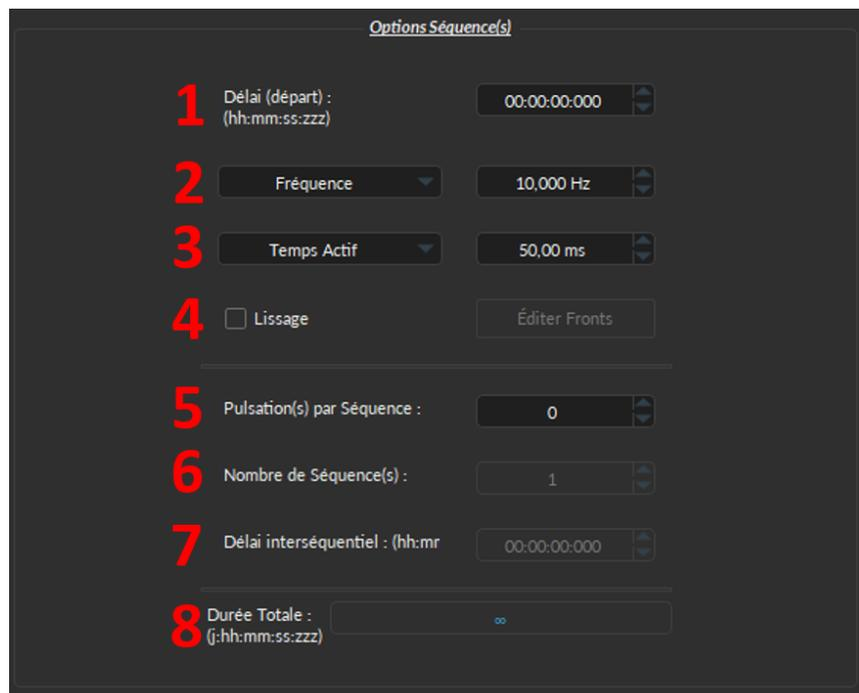

Figure 4.16 – Fenêtre de configuration du canal de la source lumineuse, options de séquence carrée
1. Le **Delai (départ)** (Fig. 4.16) définit le délai (au format hh:mm:ss:zzz) avant la première impulsion.
2. La **Fréquence/Période** (Fig. 4.16) définit la fréquence (en Hz) ou la période (en ms) pour la séquence d'impulsions. Par exemple, un signal à 10 Hz (fréquence) produira une impulsion toutes les 100 ms (période), tandis qu'une séquence d'impulsions à 0,5 Hz (fréquence) produira une impulsion toutes les 2000 ms (période).
3. Le **Temps Actif/Rapport Cyclique** (Fig. 4.16) définit le temps (en ms) ou le rapport cyclique (en %) pour chaque impulsion. Le **Temps Actif** doit être inférieur à $(1/\text{fréquence}) + 0,005$ ms, tandis que le **Rapport Cyclique** doit être inférieur à 100 %. Ces carrés apparaîtront en rouge si une/un **Fréquence/Temps Actif** impossible est sélectionné(e). Si l'option **Lissage** est sélectionnée, cette fonctionnalité devient inaccessible.
5. Les **Pulsation(s) par Séquence** (Fig. 4.16) définissent le nombre d'impulsions par séquence. S'il est réglé sur 0, l'impulsion sera répétée indéfiniment.
6. Le **Nombre de Séquence(s)** (Fig. 4.16) définit le nombre de fois que la séquence sera répétée. S'il est réglé sur 0, la séquence sera répétée indéfiniment.
7. Le **Délai interséquentiel** (Fig. 4.16) définit le délai (au format hh:mm:ss:zzz) entre chaque séquence si le **Nombre de Séquence(s)** est supérieur à 1 .
8. La **Durée Totale** (Fig. 4.16) affiche la durée totale de l'expérience. La valeur peut être *Inf* pour infini, une valeur de temps valide, ou *Err* si la valeur de **Temps Actif** est supérieure à 1/**Fréquence**.